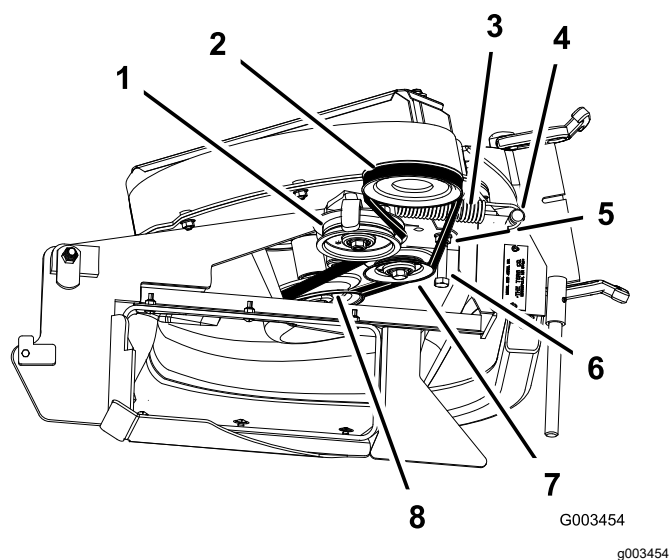

Figura 14
2. En máquinas de 122 cm y 132 cm, afloje el perno-guía de la correa (Figura 14).
3. Instale la correa alrededor de la polea del soplador y de la polea tensora fija (Figura 14).